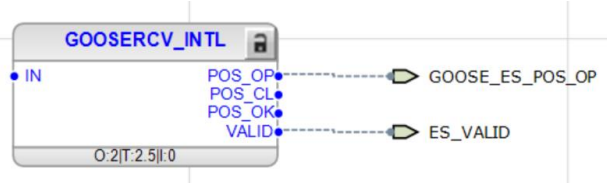

Imagen 344_Conexión de variables en los puestos de salida del bloque GOOSERCV_INTL.
5.1.27 Haremos lo mismo para la salida “VALID”,cambiamos el nombre de la variable a “ES_VALID” teniendo así el siguiente bloque como en la **Imagen 344**.